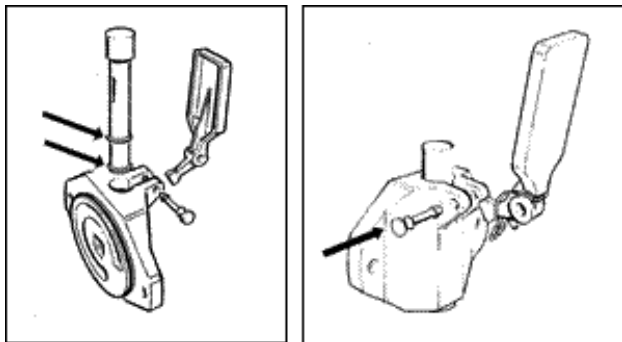

Fig. 20
- Dopo aver montato e lubrificato secondo necessità le guarnizioni del pistone (Fig. 20), inserire quest'ultimo nel suo alloggiamento nella flangia, rimontare la leva di erogazione e la sua molla e fissare il tutto con l'apposito perno (Fig. 20).